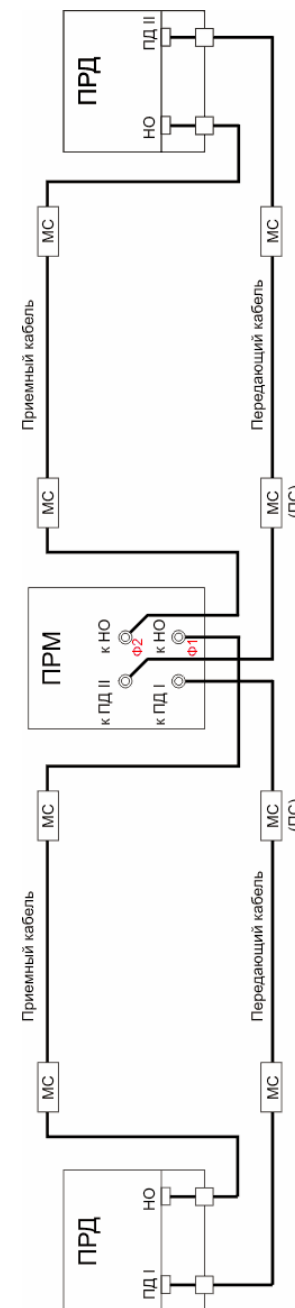

Рисунок 6.6.
- сращивание излучающих и переходных кабелей с помощью герметизирующих муфт по соответствующей технологии. Плата согласования устанавливается в муфту передающего кабеля, ближнюю к приемнику (рис. 6.6.). При расстоянии между кабелями менее 2-х
- соединение кабелей показано на рис. 6.6.